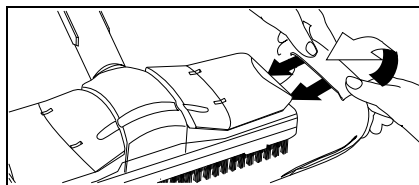

Fig. 10
- Fissare il panno per pavimenti (H3) sulla bocchetta pavimenti (H1). A tal fine piegare il panno in lungo e poggiarvi sopra la bocchetta pavimenti. Tirare una dopo l'altra le estremità sporgenti del panno per pavimenti sotto le mollette (H2) (Fig. 10).